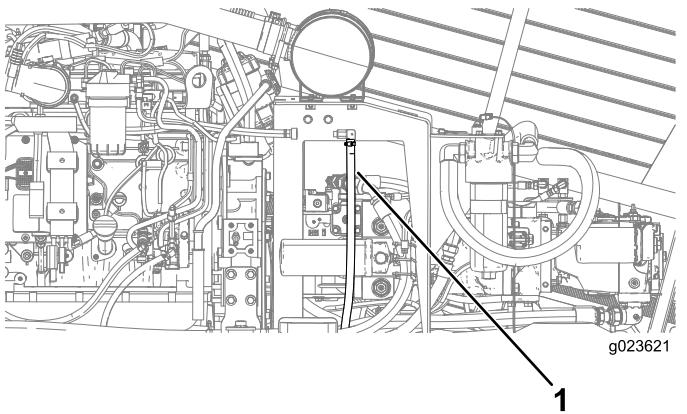

Рисунок 86
- Осторожно вытяните вентиляционную трубку картера двигателя наружу (Рисунок 86).
- Очистите конец вентиляционной трубы картера двигателя (Рисунок 86).